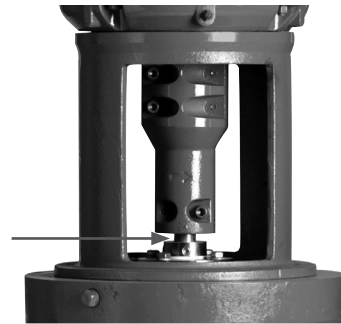

Figura 5a: Ubicación de medición de holgura
12. Inspeccione la holgura del eje entre la base del acoplamiento y el sello mecánico, como se muestra en la Figura 5a. Si la holgura supera los 0.005”, el acoplamiento debe ajustarse. En general, es más efectivo ajustar la sección de cuatro pernos del acoplamiento.
14. Instale los (2) protectores de acoplamiento.